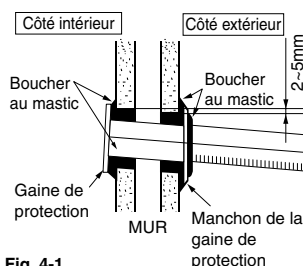

Fig. 4-1
4.2 Porter une attention particulière à la finition des pièces au mur, aux tubes de réfrigération (Voir Fig. 4-1 et 4-2).